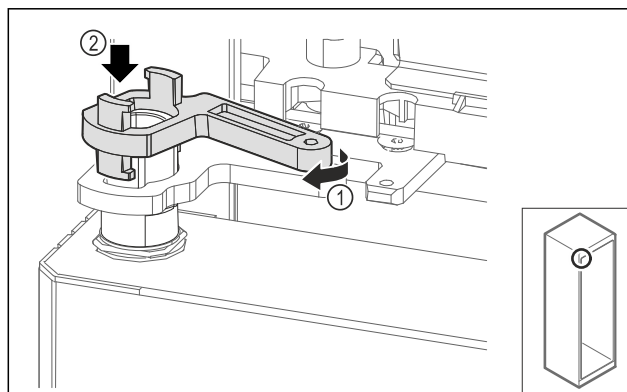

Fig. 66
- ▶ Lekko obrócić blokadę płytki zawiasu Fig. 66 (1) i nałożyć na tuleję Fig. 66 (2).